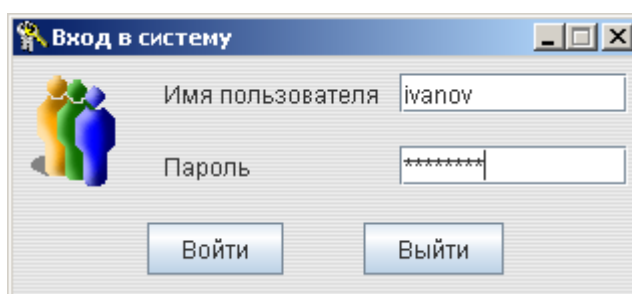

Рисунок 4 - Форма входа в систему.
- Дождаться появления формы ввода имени пользователя и пароля (см. рис. 4).